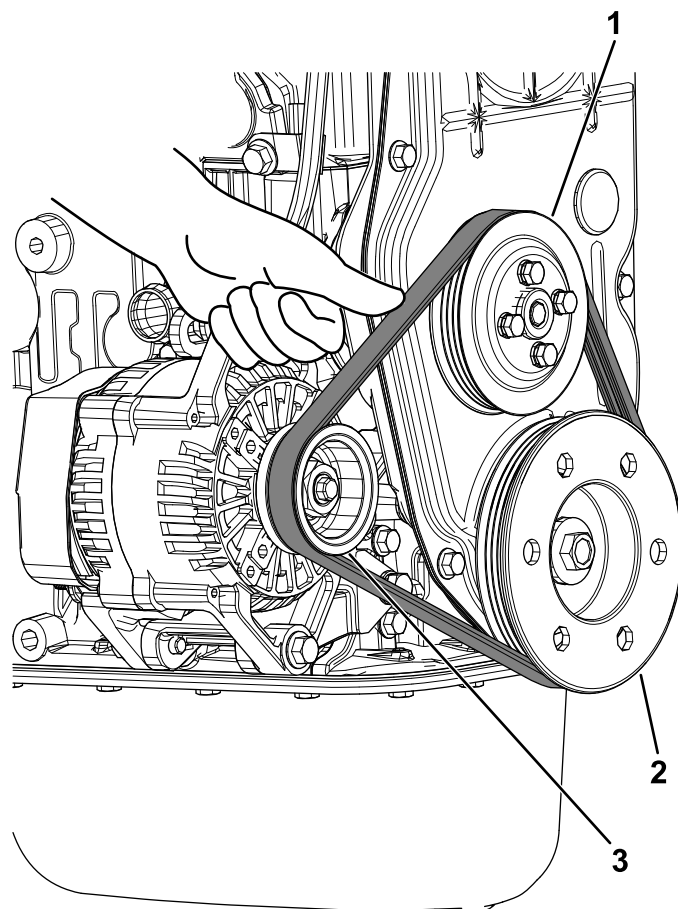

Figure 33
1. Mesurez la flèche de la courroie en exerçant une force de 98 N sur la courroie entre la poulie de ventilateur et la poulie d'alternateur (Figure 33).
6. Mesurez la flèche de la courroie en exerçant une force de 98 N sur la courroie entre la poulie de ventilateur et la poulie d'alternateur (Figure 33).